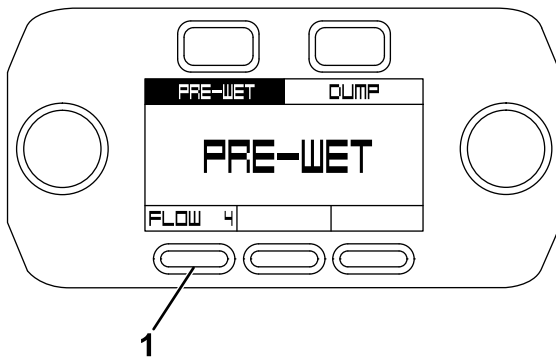

Bild 45
3. Betätigen Sie dann im Bildschirm „Pre-Wet“ [Vorbenetzen] die Taste „Flow“ [Durchfluss], um die Durchflussgeschwindigkeit aus der Liste auszuwählen (Bild 45). Es gibt 4 Geschwindigkeiten: „Flow 1“ ist die niedrigste und „Flow 4“ die höchste.